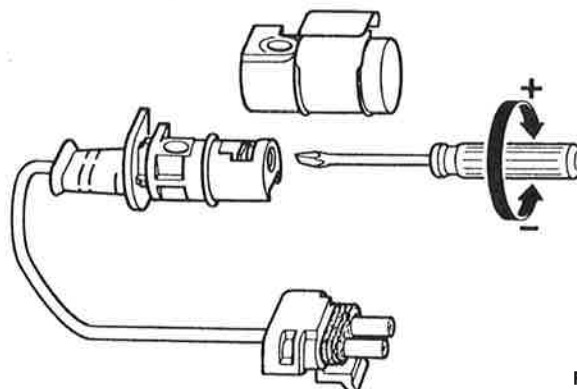

Fig. 4
- A l'aide d'un tournevis, agir sur la vis du potentiomètre jusqu'à ce que le taux de CO soit conforme aux normes (Fig. 4).